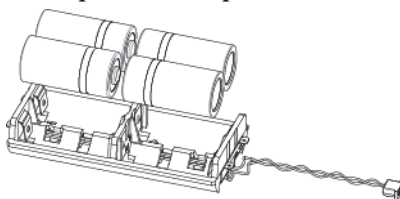

Figure 11
3. Insérez les piles neuves en respectant les polarités (*reportez-vous à la Figure 11*).
4. Insérez des piles neuves en respectant les polarités (*reportez-vous à la Figure 11*), puis refermez le couvercle du compartiment à piles.